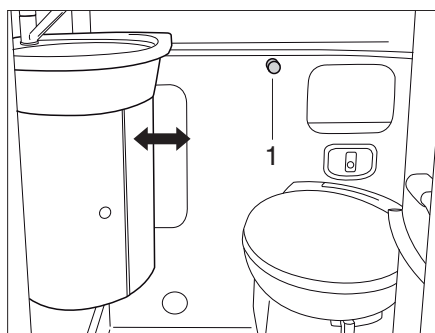

Fig. 274 Lavabo variable
- Tourner le bouton de fermeture (Fig. 274,1) vers la gauche.
- Tourner le bouton de fermeture (Fig. 274,1) vers la droite pour verrouiller le lavabo.